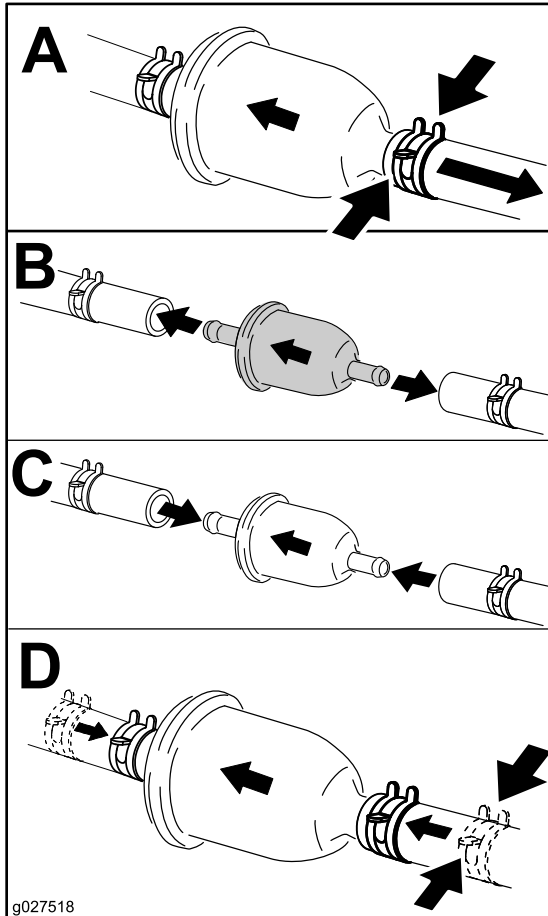

Figura 44
3. Cambie el filtro (Figura 44).